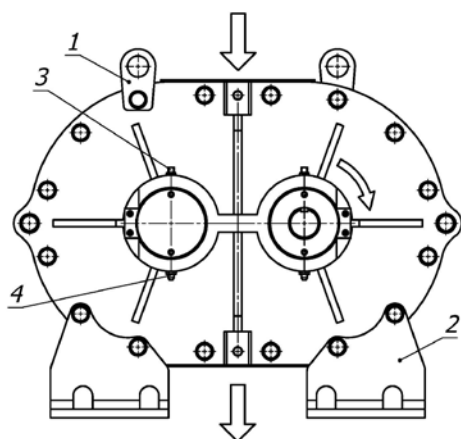

Рисунок 1
2.1 Имеются четыре съёмные лапы (поз.2, рисунок 1), что даёт четыре варианта установки воздуходувки:
- а) горизонтальная установка (общая ось двух крыльчаток расположена горизонтально), вертикальное прохождение воздуха, ведущий вал находится справа, если смотреть от привода (см. рисунок 1);
2.2 При горизонтальной установке для каждого из подшипников со стороны привода тавотница (поз.3, рисунок 1) должна быть установлена сверху, а маслёнка (поз.4, рисунок 1) – снизу.
Подшипниковые узлы со стороны привода воздуходувки должны заполняться через маслѐнки (поз.4, рис.1) влагостойкой смазкой на основе нефти с рабочей температурой не ниже 150°С (например, смазка ЦИАТИМ-221, ГОСТ9433-80).
Для подъёма воздуходувки предусмотрены две проушины (поз.1, рисунок 1).
При транспортировании воздуходувки устанавливаются на предусмотренные конструкцией лапы (поз. 2, рисунок 1), которые должны быть прикреплены к полу транспортного средства.